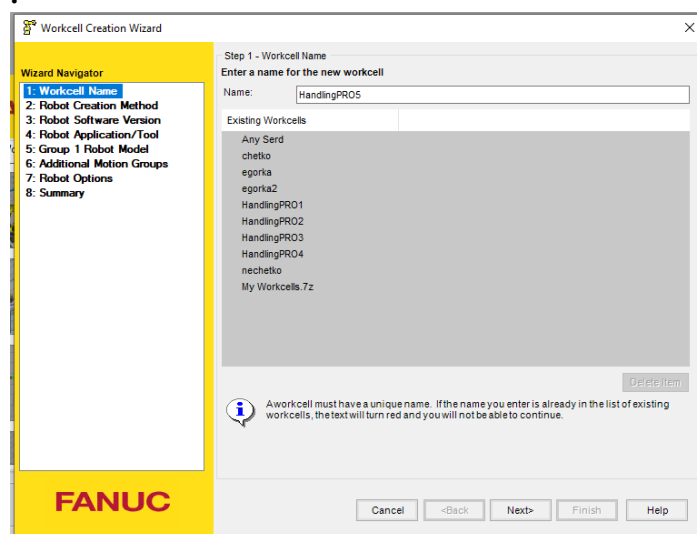

Рис. 5.2 Ввод имени проекта
3. В открывшемся окне (рис. 5.2) введём имя проекта и нажмём *Next>*.